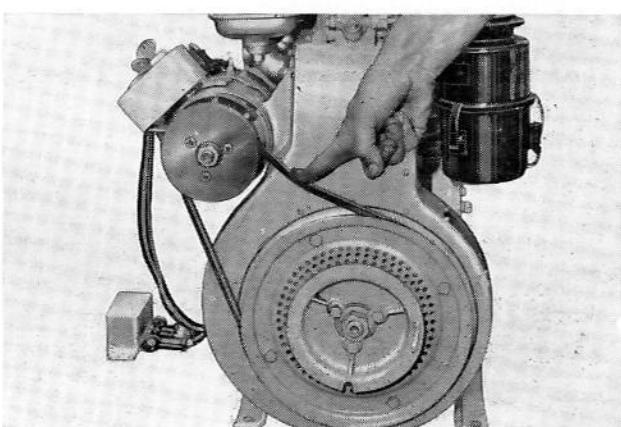

Fig. 48
- Tendre la courroie, qui doit flétrir de 1 cm environ sous la pression du doigt. S'il y a lieu, régler en changeant les cales entre les demi-poulies du dynastart. (Fig. 48)